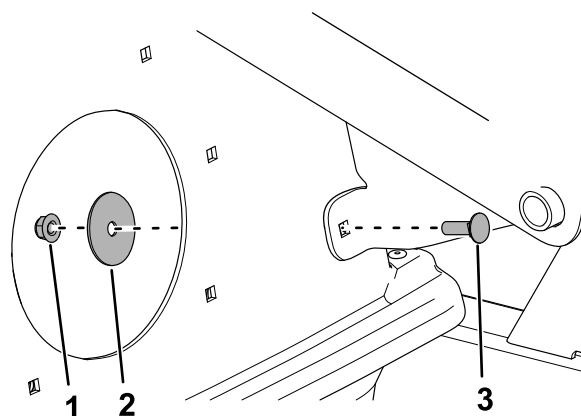

Bild 5
- Entfernen Sie die Schraube, Scheibe und Mutter von der Schwenkhalterung (Bild 5).
7. Installieren Sie die Schwenkhalterung von Bild 5.